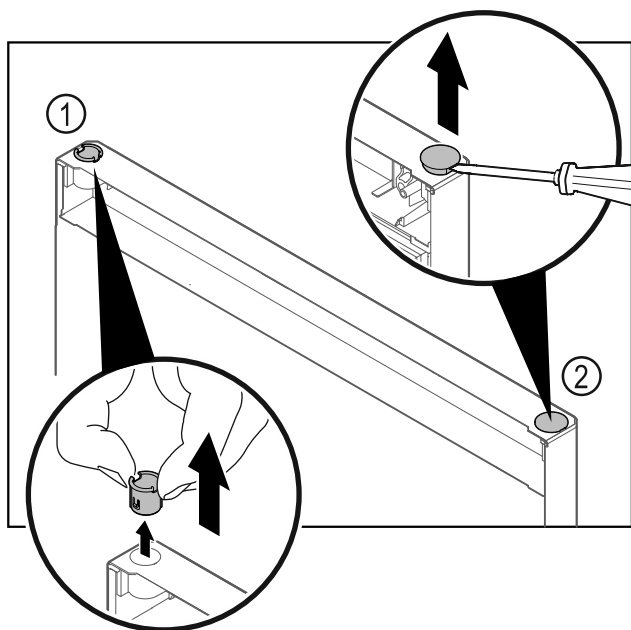

Fig. 11
- Pouzdro závěsu Fig. 11 (1) vytáhněte prsty.
- Krycí zátka Fig. 11 (2) opatrně nadzvedněte plochým šroubovákem a vytáhněte.